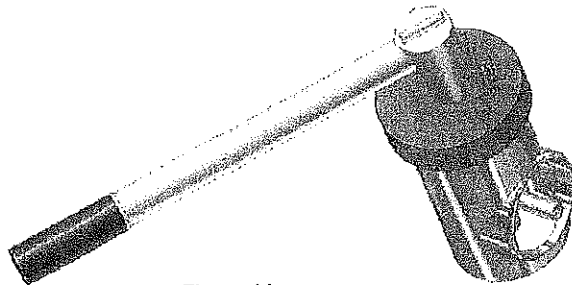

Figura 14
1. Inverta o processo apresentado acima usando uma chave dinamométrica, como mostrado na Figura 14, para instalar a peça da posição 41.3 na peça da posição 15.